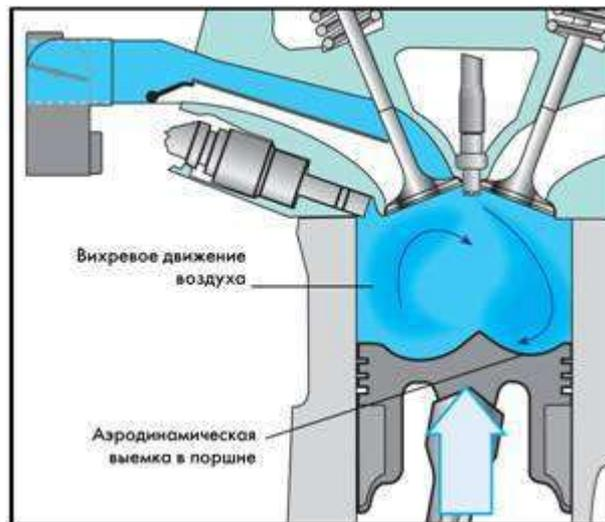

Рисунок 3.13 – Процесс завихрения потоков воздуха при послойном распределении смеси
2. Движение воздуха в цилиндре двигателя (рис.3.13)